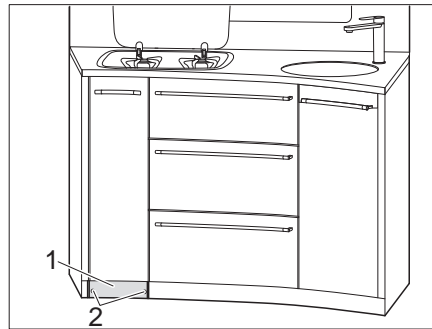

Bild 91 Sockel abschrauben
- 2 Schrauben (Bild 91,2) am Sockel (Bild 91,1) abschrauben.
- Sockel (Bild 91,1) abnehmen.